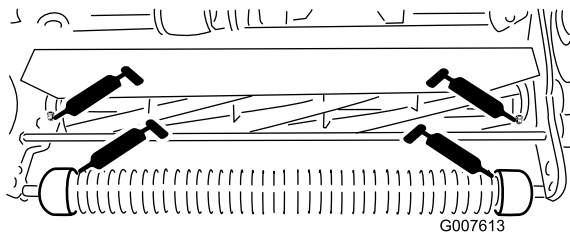

Figura 21
- 2 sul rullo anteriore (Figura 21).
- 2 sui cuscinetti del cilindro (Figura 21).